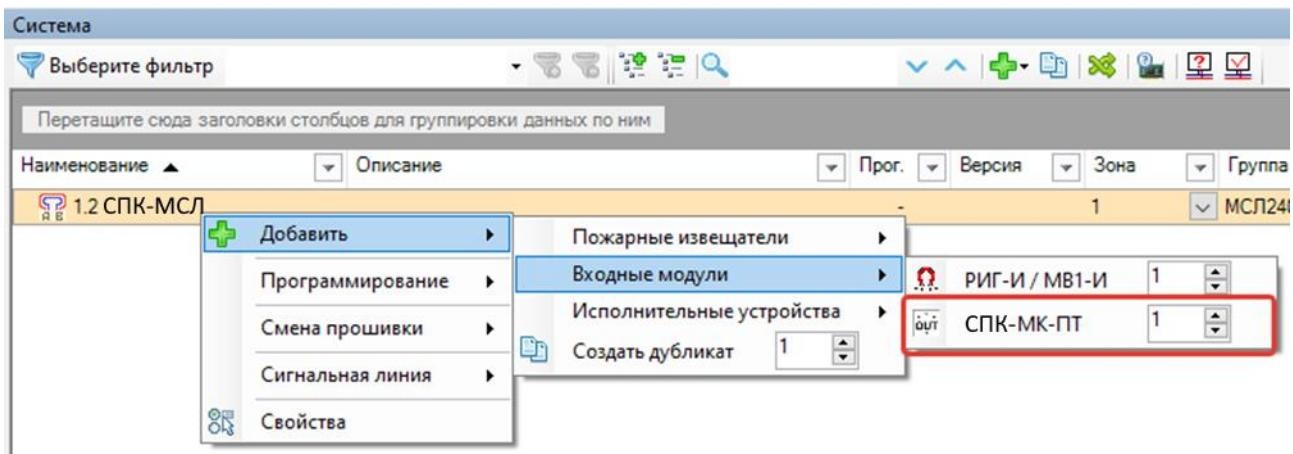

Рис. 49
2. Если МК-ПТ вар. П не подключен в линию, добавление в ПО происходит "вручную" (см. рис. 49), а адрес устройству присваивается программатором Аврора-ЗП (Программатор-А).